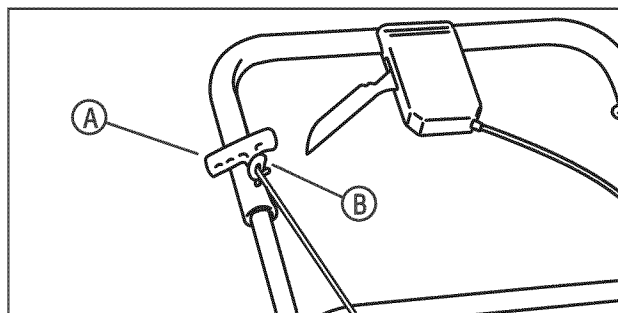

Figura 3: Sujeción del mango del cable retráctil de arranque
5. Oprima la palanca de parada del motor contra el asidero. (Consulte la sección titulada 'Palanca de parada del motor'). Hale lentamente el mango (A, Figura 3) del cable retráctil de arranque. Para sujetar el mango del cable retráctil de arranque a la guía (B) del cable, entrelace el cable a través de la guía de cable montada en el lado derecho del asidero.